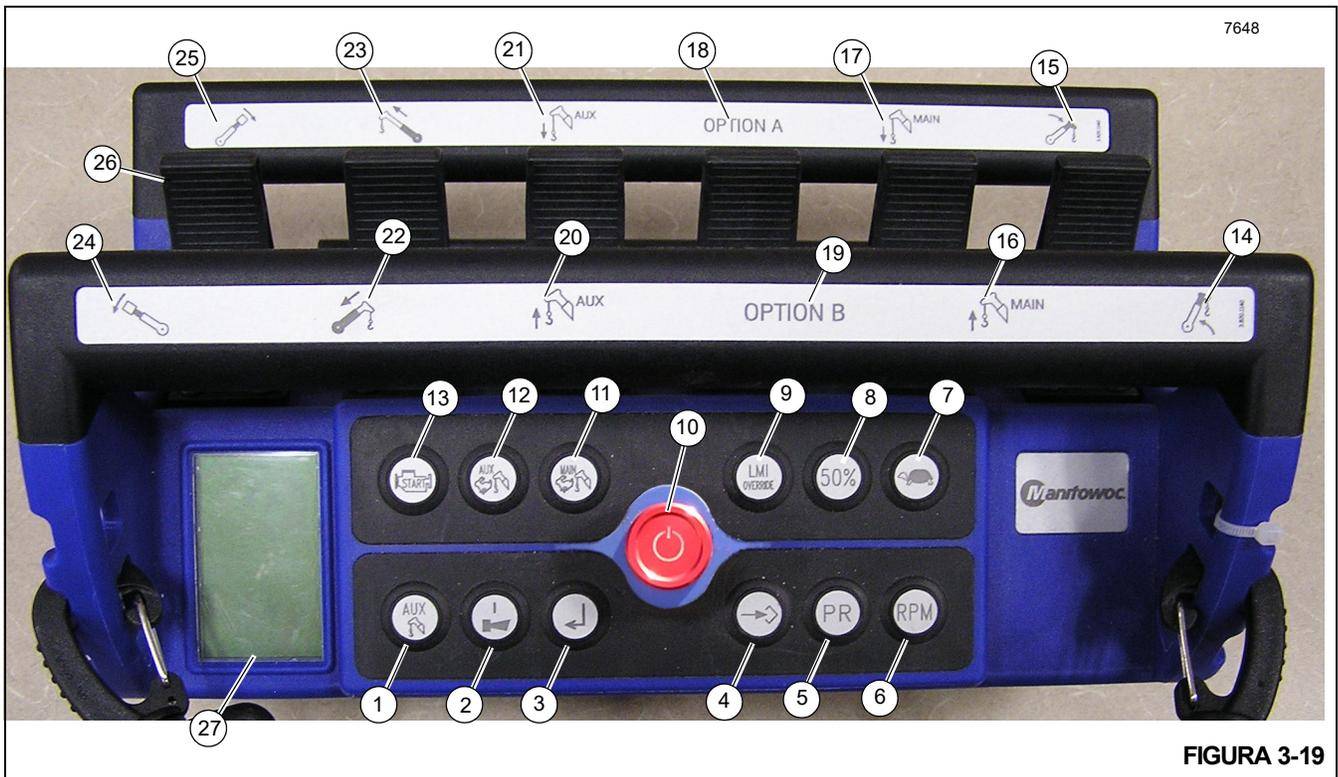
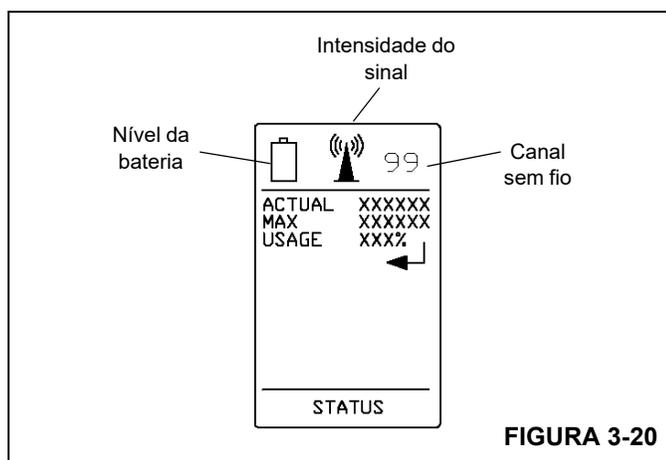

FIGURA 3-19
FIGURA 3-20
O Controle remoto do guindaste opcional (Figura 3-19) permite o controle remoto total do guindaste. O Controle remoto padrão é desativado ao usar o Controle remoto do guindaste.
A Tela de LCD (27, Figura 3-19 e Figura 3-20) no mostrador é usada para informar intensidade do sinal, nível da bateria, canal sem fio, status do controle remoto e a configuração da máquina dependendo dos botões que são pressionados. As informações do RCL são também exibidas para o operador e podem ser alternadas pressionando-se o botão Alternar a tela do IMC do guindaste (3). As seguintes informações do RCL estão disponíveis ao operador na tela de LCD:
Para usar este controle remoto, é necessário pressionar o botão vermelho STOP (Parar) (10, Figura 3-19) para ligar o transmissor. Para controlar o guindaste, é necessário pressionar o botão LIGAR/buzina (2) para ativar o controle remoto. A buzina do guindaste é acionada para confirmar a ativação do controle remoto. Agora, o guindaste pode ser ligado mantendo pressionado o botão de partida do motor (13). O controle remoto pode agora ser usado para controlar o guindaste. Para ativar uma função, movimente o joystick (26) correspondente ao movimento desejado.
1. Para usar este controle remoto, é necessário ativar o botão vermelho de PARADA (10, Figura 3-19) para ligar o transmissor.
2. Pressione o botão Ligar/Buzina (2) para ativar o controle remoto. A buzina do guindaste é acionada para confirmar a ativação do controle remoto.
3. Pressione e mantenha pressionado o botão Partida do motor (13) para ligar o guindaste. O controle remoto pode agora ser usado para controlar o guindaste.
4. Mova o joystick (26) que corresponda ao movimento desejado para ativar a função desejada.
5. Pressione o botão vermelho de PARADA (10) quando terminar de usar o controle remoto. Isso desliga o guindaste.